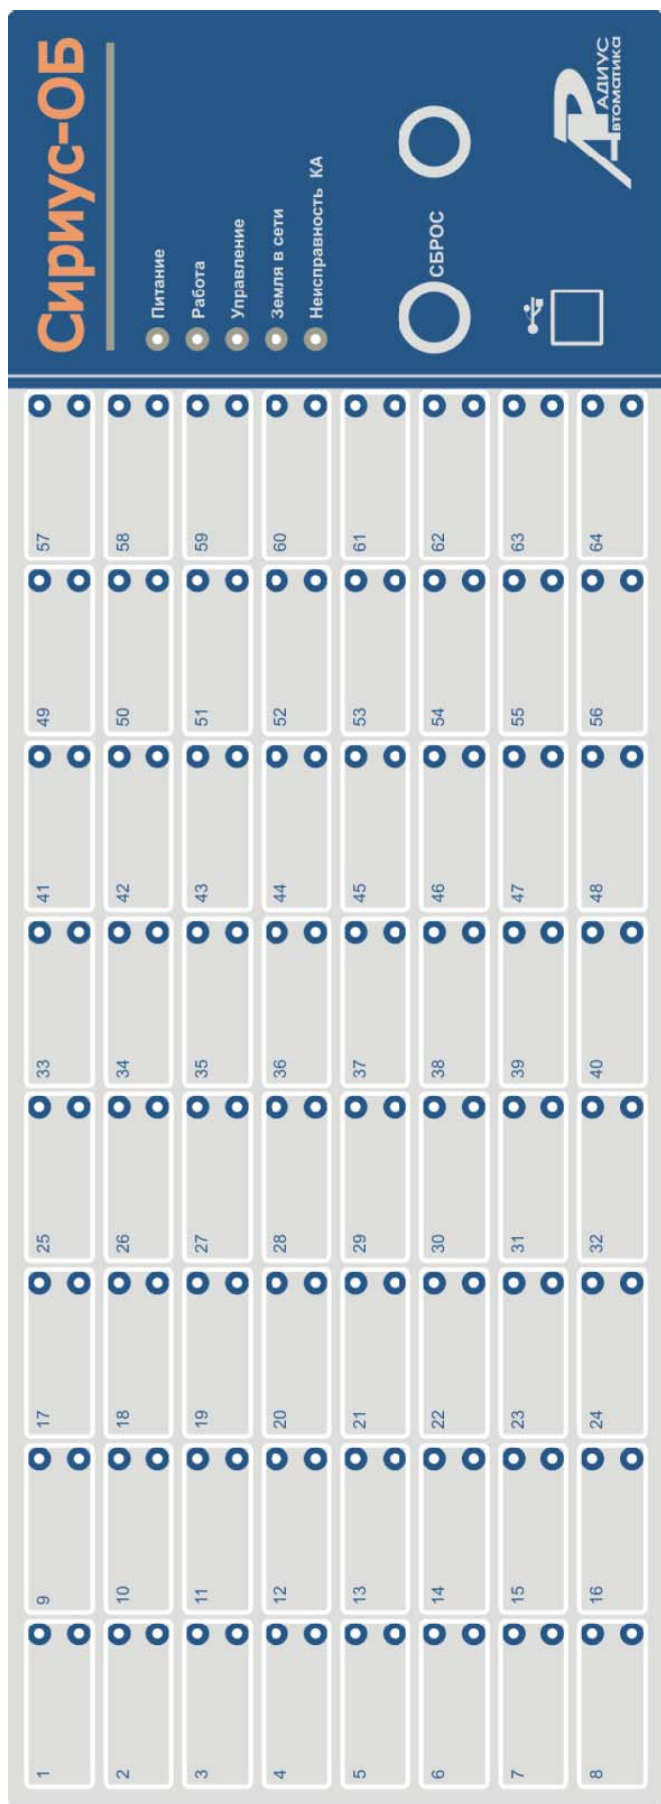

Рисунок 3 – Вид лицевой панели устройства
5.1.2.1 На лицевой панели устройства (рисунок 3) расположены: